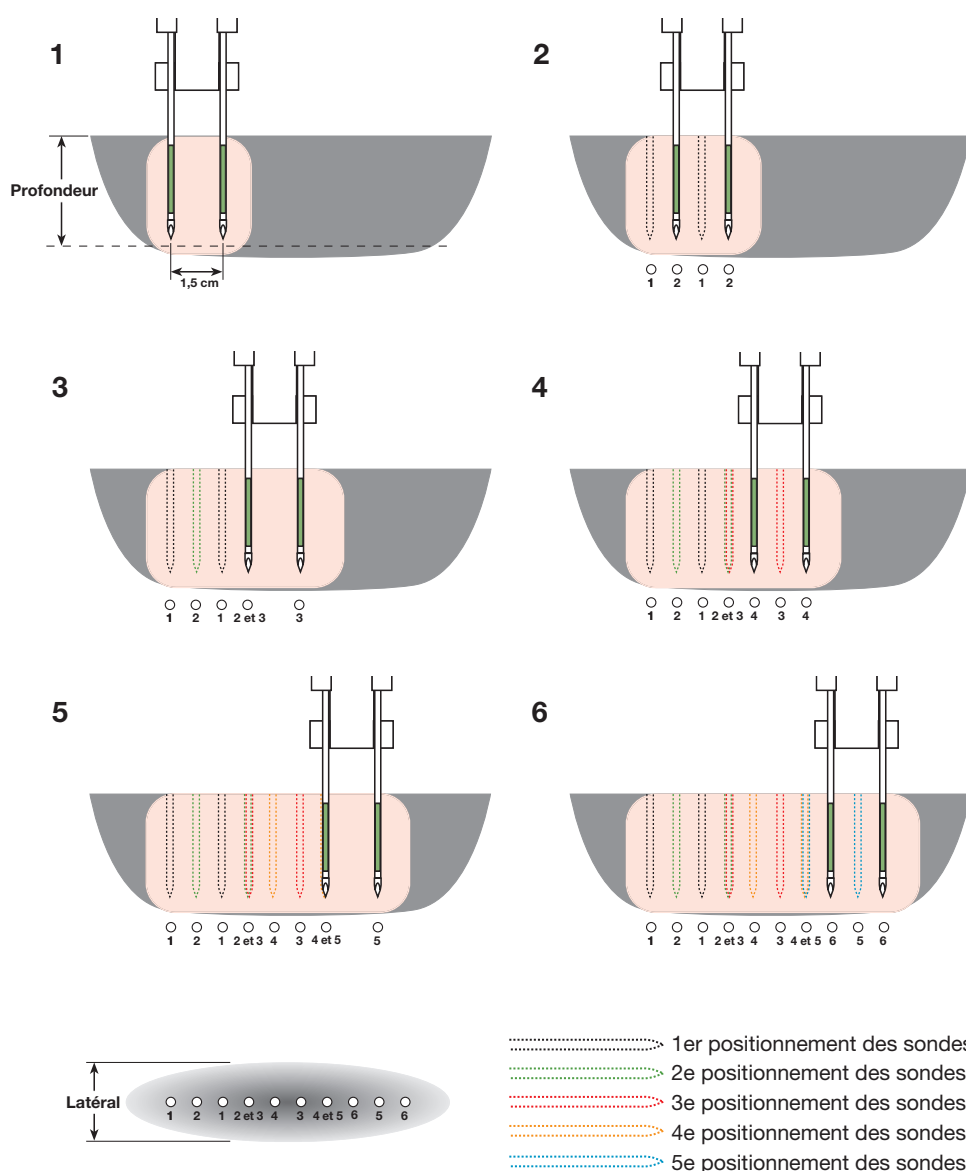

Figure 4-28 : Positionnement des sondes pour la coagulation d'une surface plane avec deux sondes.
3. Insérer deux (2) sondes d'ablation NeuWave dans la pince chirurgicale. Cette pince permet d'obtenir un espacement de 1,5 cm entre les sondes ainsi qu'une position parallèle.
4. Pour la mise en place des sondes, consulter la Figure 4-28. Insérer les deux (2) sondes dans le tissu cible. Cette première mise en place correspond au schéma 1 de la Figure 4-28.
Important : Pour toutes les insertions de sondes, s'assurer que ces dernières sont insérées au moins 1 mm au-delà de la partie verte solide de la sonde tel qu'illustré sur la Figure 4-28. En cas de profondeur inférieure, le système risque de détecter une erreur de puissance réfléchie.
6. Retirer les sondes du tissu cible et les déplacer selon un schéma linéaire, de façon à ce que l'une des sondes se trouve entre les zones de coagulation créées lors de la première mise en place (voir le schéma 2 de la Figure 4-28).
8. Retirer les sondes du tissu cible et les déplacer selon un schéma linéaire, de façon à ce que l'une des sondes se trouve approximativement au même endroit que lors de la mise en place précédente, tandis que la seconde sonde se trouve dans du tissu non coagulé (voir le schéma 3 de la Figure 4-28).
10. Continuer à déplacer les sondes ainsi et à émettre de l'énergie en s'aidant de la Figure 4-28.
11. La Figure 4-28 montre la mise en place des sondes dans six positions différentes. Si une plus grande surface de coagulation est nécessaire, continuer de déplacer les sondes selon le même principe.